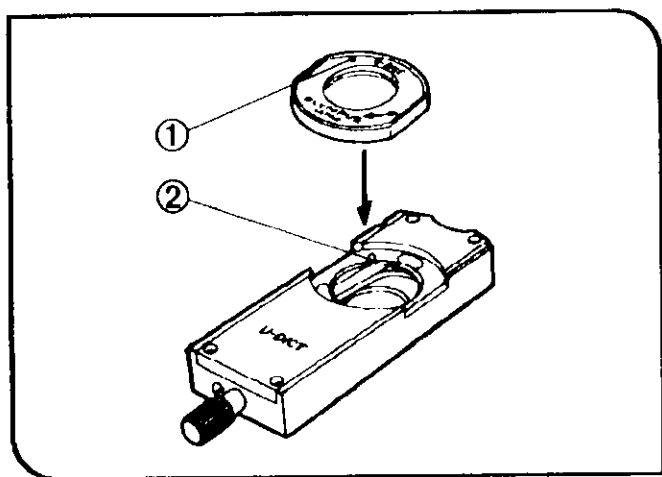

图 61
## (3) 安装检偏器和 DIC 滑板 (图 61 到 63)
2. 将 U-ANT 检偏器的标志(1)与 U-DICT DIC 滑板的定位孔(2)对齐, 将检偏器落入 DIC 滑板的检偏器安装座里。(图 61)